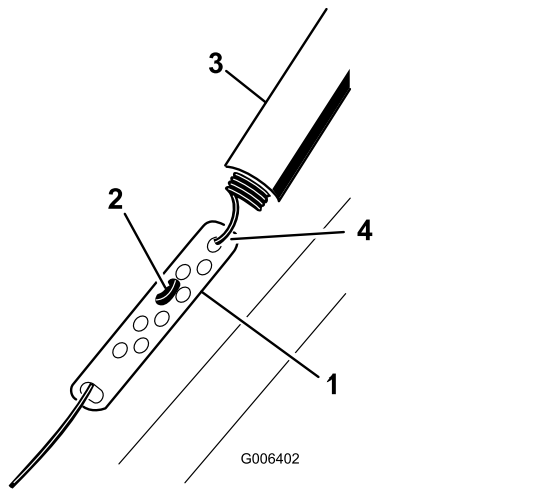

Figure 21
1. Remontez la protection du ressort et décrochez le ressort de la biellette de réglage (Figure 21).
2. Accrochez le raccord en Z à un trou plus haut ou plus bas sur la biellette de réglage de manière à obtenir un espace de 2 à 3 mm (1/16 à 1/8 po) entre la barre de commande et le guidon (Figure 21).